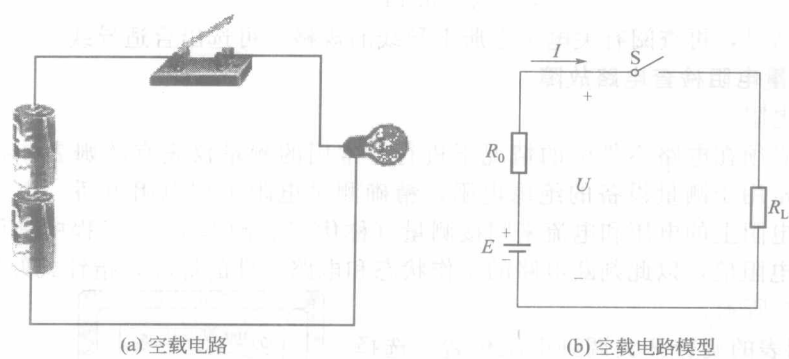

图 1-11 开路状态
② 开路状态 如图 1-11 所示电路中，开关 S 断开，电源和负载没有形成闭合回路，电源处于开路（空载）状态。